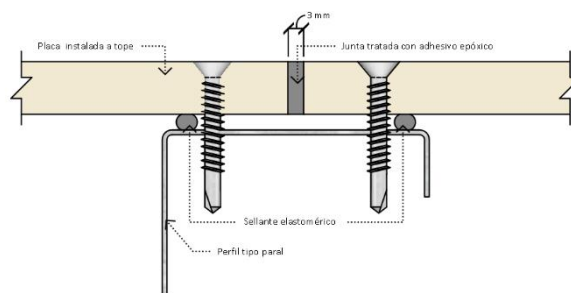

Figura 133. Junta tratada con adhesivo epóxico
3. Llene la junta con adhesivo epóxico o similar. (Véase figura 133).